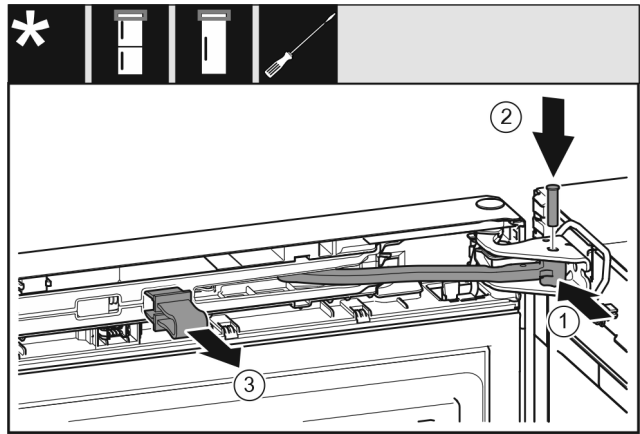

Fig. 21
- ▶ Завъртете шарнира в лагерната стойка. Fig. 21 (1)
- ▶ Поставете болта в лагерната стойка и шарнира. При това обърнете внимание на това, фиксиращата гърбица да е легнала правилно в жлеба. Fig. 21 (2)
- ▶ Свалете предпазителя. Fig. 21 (3)